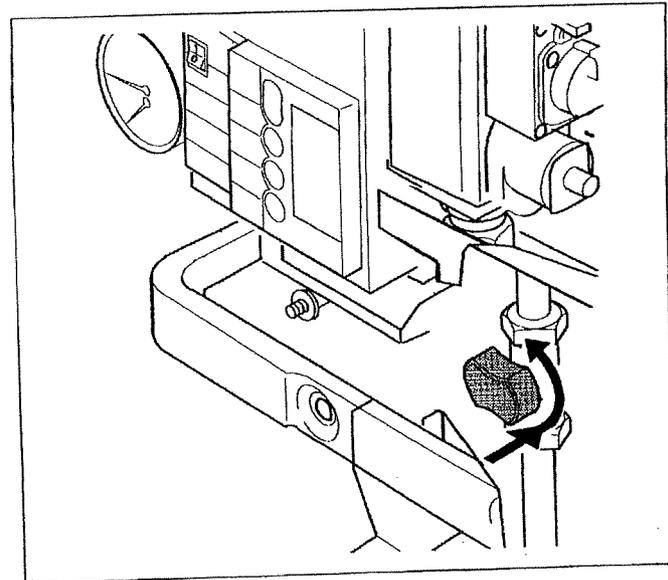

Fig. 14 Rubinetto di chiusura del gas
- ◆ Aprire lentamente il rubinetto di chiusura del gas (Fig. 14).